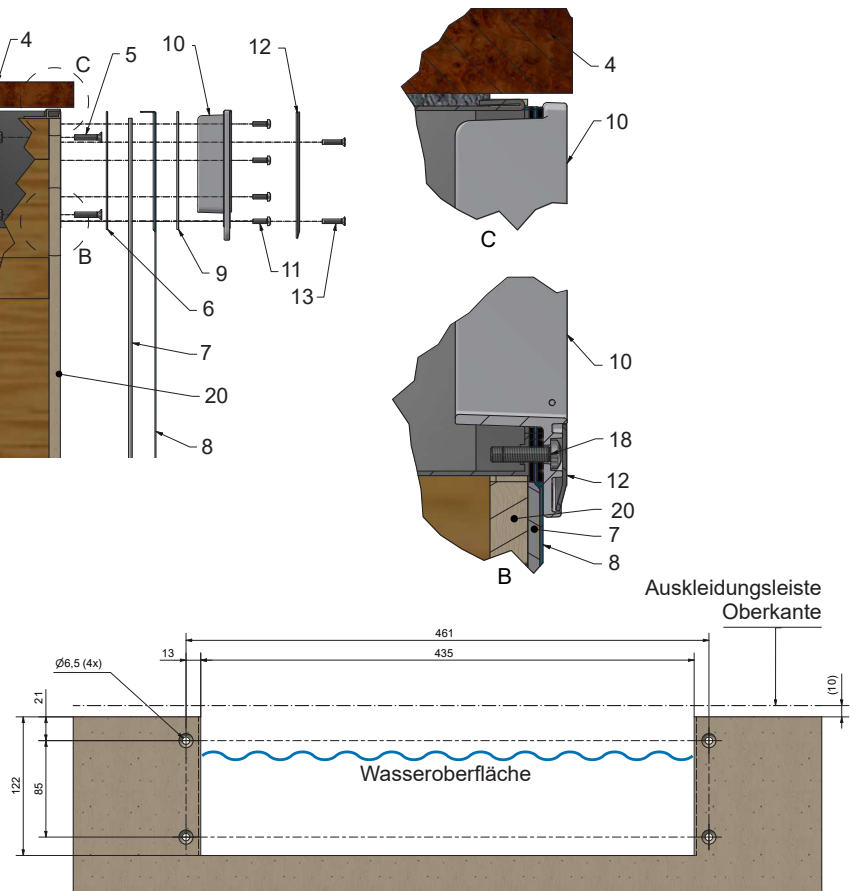

Abbildung 3
- Ein Loch in den Rahmen für die Überlauf-einrichtung bohren, Abmessungen und Anordnung gemäß Abbildung 3.
- Das Abflussrohr (14) mit geeignetem PVC-Kleber in die Muffe (15) kleben und mit beiliegender Dichtung und Nippel (16) in der Überlauf-einrichtung montieren. Die Rohrverbindungsstücke mit der Überlauf-einrichtung verbinden.
- Die Klappe (17) anbringen und auf korrekten Sitz und Beweglichkeit prüfen.
- Die selbstklebende Dichtung (7) an der Vorderkante der Überlauf-einrichtung (zum Pool hin) anbringen.
- Die äußere Dichtung (9) und den Befestigungsrahmen (10) einbauen - zuerst befestigen und dann über Kreuz festziehen.
- Die Auskleidung vorsichtig an der Innenseite des Befestigungsrahmens (10) abschneiden.